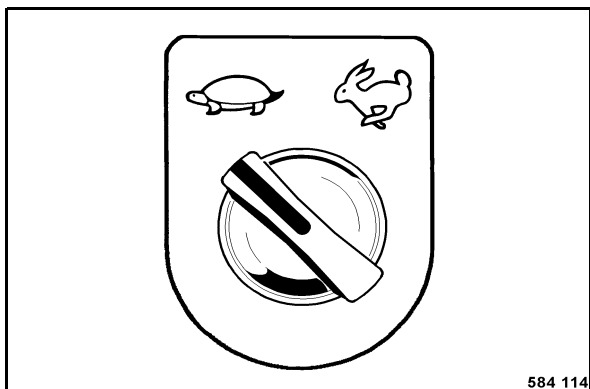

Fig. 55
- Présélectionner le régime de conduite (Fig. 55) désiré.